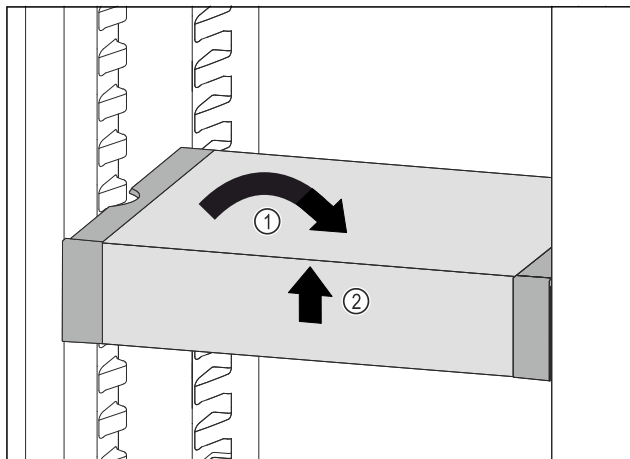

Fig. 90
- VarioSafe postavte rovně. Fig. 90 (1)
- VarioSafe vpředu zvedněte. Fig. 90 (2)